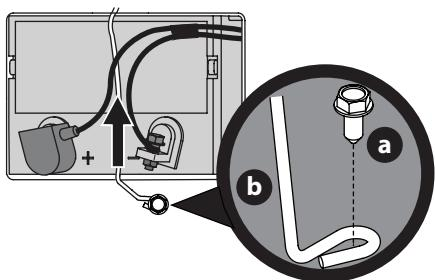

Figure 20
- Retirez la vis à bride hexagonal (a) fixant le support de fixation de la batterie (b) au châssis. Relévez ensuite le support de fixation de la batterie (b) pour dégager la batterie (Figure 20).